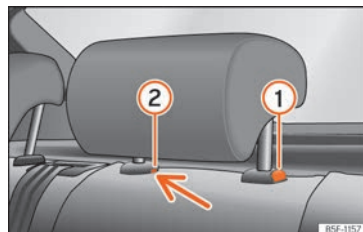

Fig. 121 Poggiatesta posteriore: smontaggio.
- Premere il tasto » fig. 121 ①, premendo al tempo stesso attraverso il foro della sicura ② con un cacciavite piatto di massimo 5 mm di larghezza e rimuovere il poggiatesta.